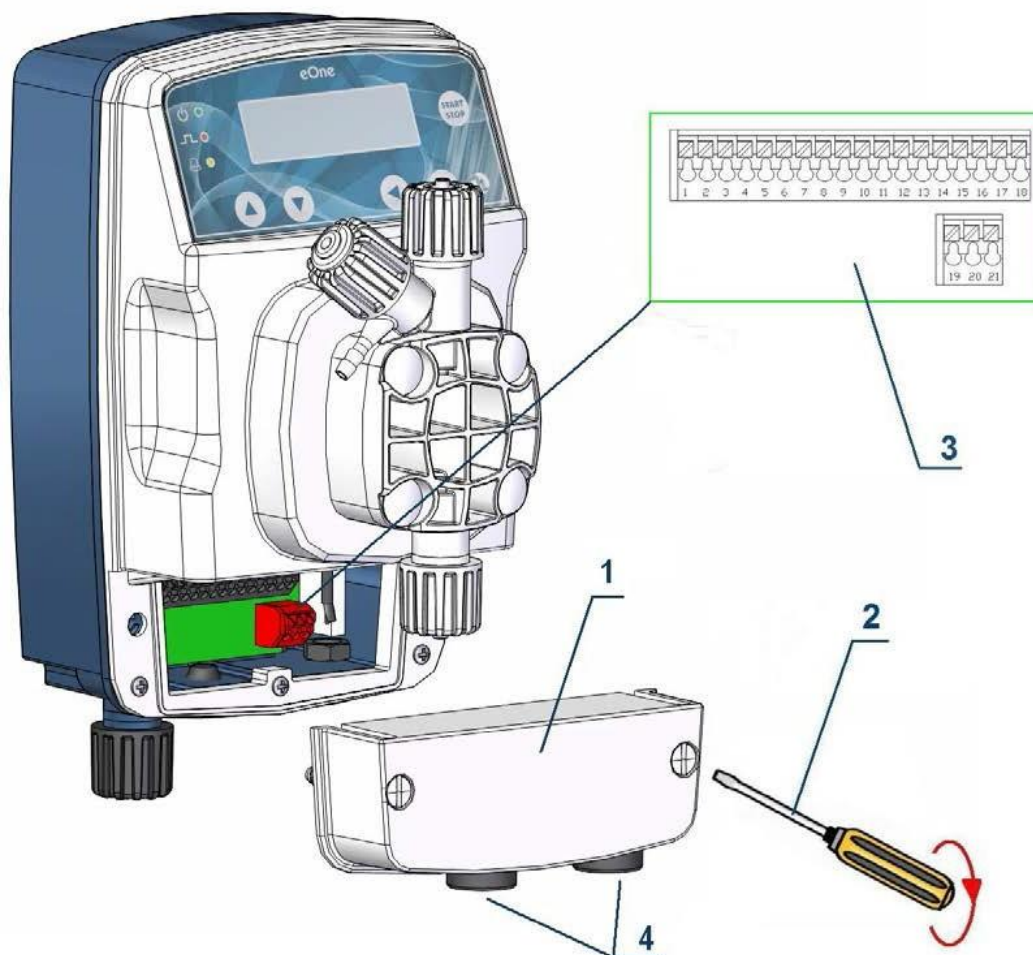

Рис. 9 – Клемная колодка
Для підключення зовнішніх пристроїв і аксесуарів зніміть кришку клемної колодки (1), діючи за допомогою викрутки (2) з прямим шліцом (ширина шліца - не менше 5 мм.) і відкрутіть фіксуючі гвинти (див. Рис. 9).